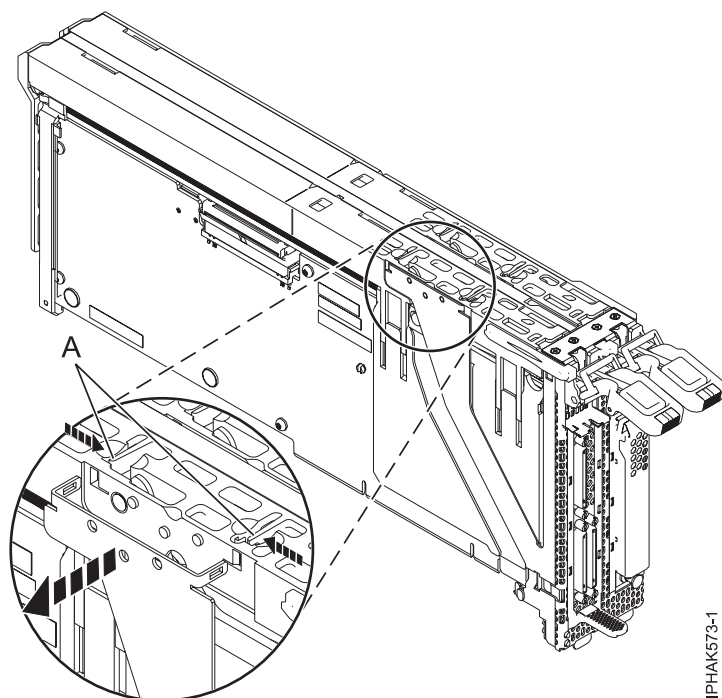

Figure 69. Dépose du cache
6. Détachez les bras extérieurs du bloc de cache en déverrouillant les taquets en plastique (A). Voir figure 69.